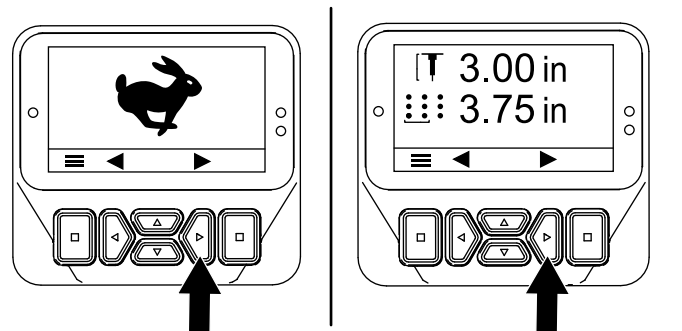
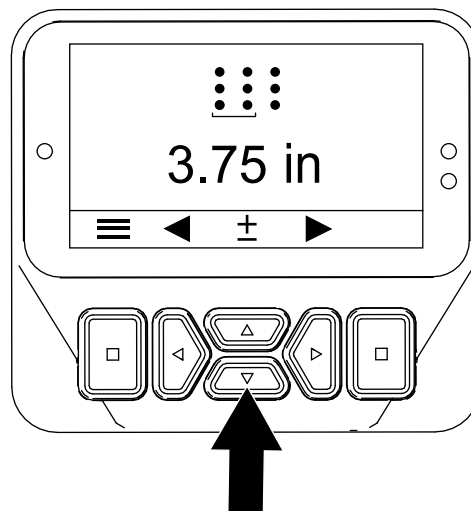

Figura 53
Figura 54
3. Apăsai butonul dreapta până când apare ecranul Setting the Hole Spacing (Setare distanță dintre găuri) (Figura 53 i Figura 54).
4. Reglai distanța dintre găuri (Figura 54) după cum urmează: